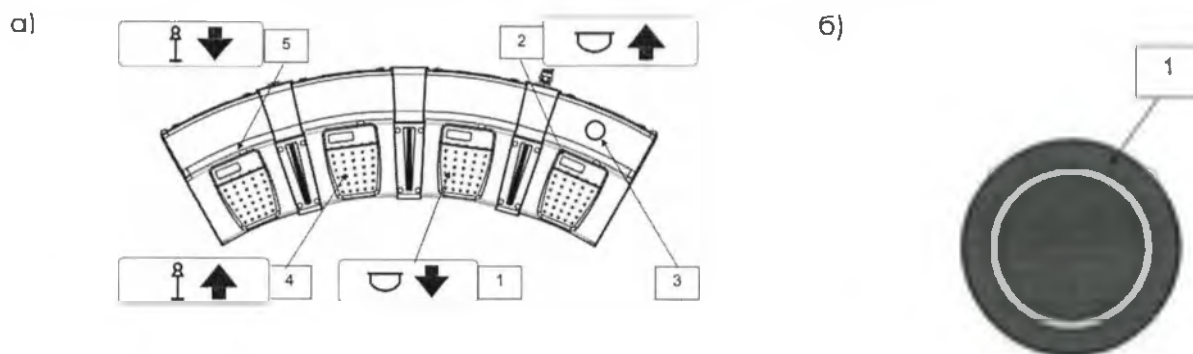

Рисунок 3.21 – Педали и кнопка декомпрессии (а) и регулятор пульта управления компрессией (б)
– **РУЧНАЯ ДЕКОМПРЕССИЯ:** осуществляется при нажатии оператором педали **2** или кнопки **3** мультифункциональных педалей (Рисунок 3.21, а) или с помощью вращения регулятора ручного пульта управления **1** против часовой стрелки (Рисунок 3.21, б).
Маммограф штатно оборудован индикатором дозы получаемой пациентом в процессе проведения обследования (расчет значения средней поглощенной дозы происходит согласно методики МУ 2.6.1.2944-11). После каждой экспозиции поглощенная доза в **мкЗв** отображается на дисплеи пульта управления (рисунок 3.21) и передается на автоматизированное рабочее место (АРМ) лаборанта.